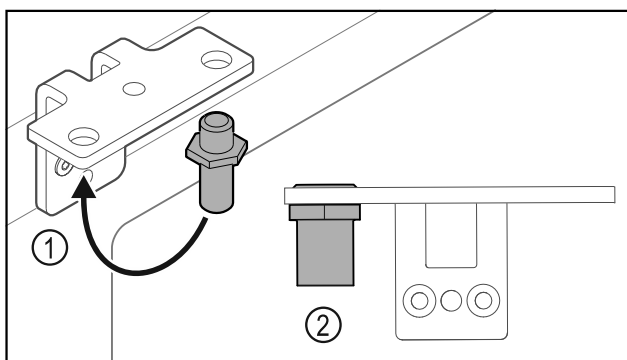

Fig. 36
- Mutați bolțul Fig. 36 (1) în colțarul balamalei.
- Strângeți bolțul Fig. 36 (2) cu **cuplul de 12 Nm**.